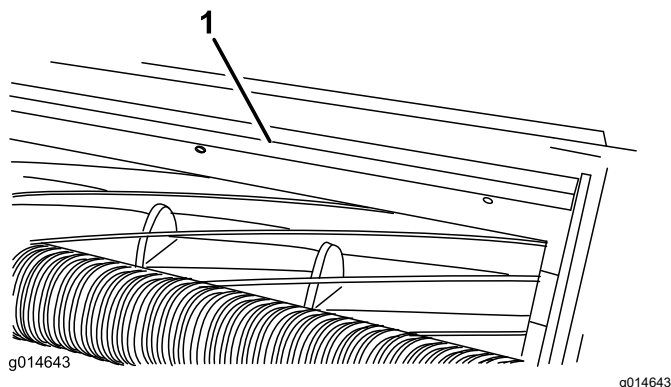

図 4
1. バー **図 4** をカッティングユニットに固定しているねじをゆるめる。